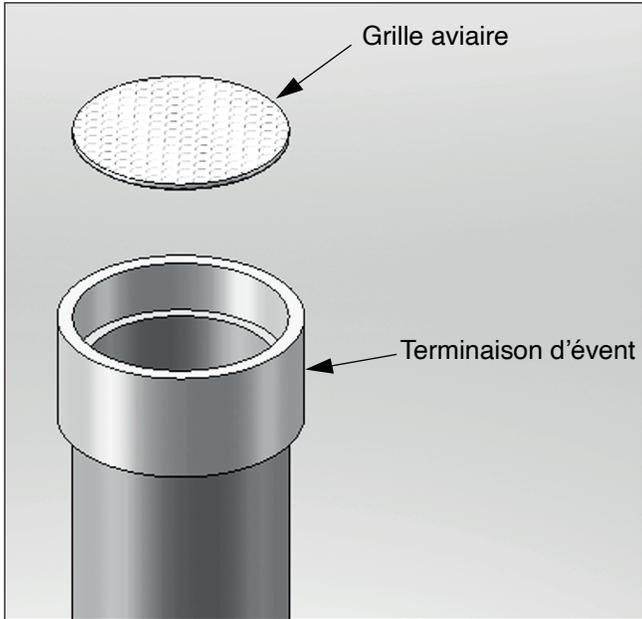
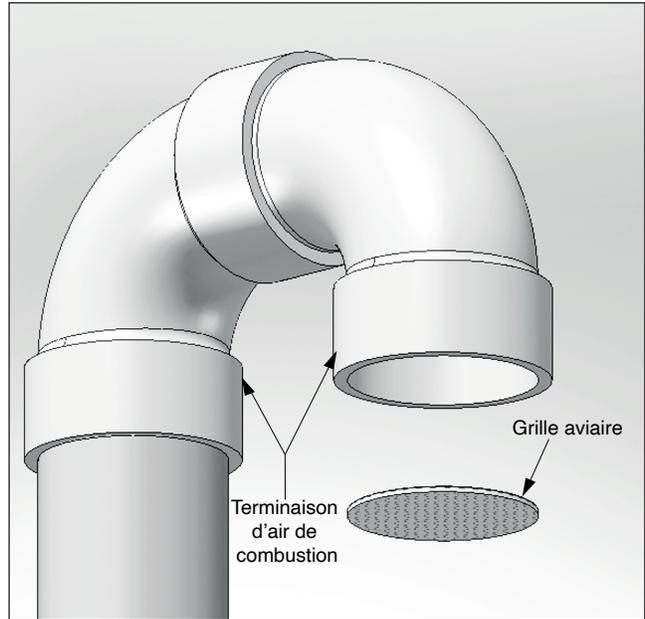

Fig. 3 - Installation de grille aviaire sur tuyauterie d'évent verticale
Fig. 4 - Installation de grille aviaire sur tuyauterie d'air de combustion verticale
1. Les terminaisons d'air de combustion et d'évent doivent inclure une grille aviaire fournie par l'usine et installée comme illustré aux *Fig. 3* et *Fig. 4* en page 14